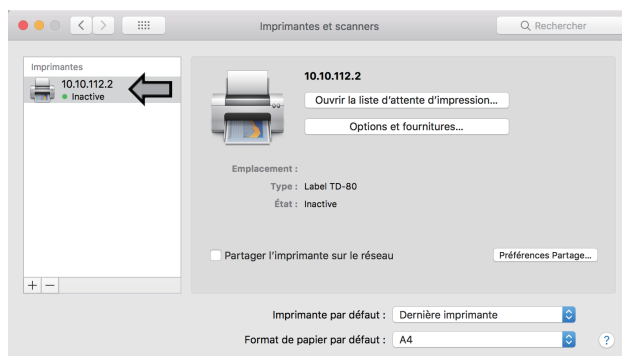

Fig.13
- ⑦ Une fois l'installation terminée, le pilote d'imprimante nouvellement ajouté sera listé sous « Imprimantes et scanners » (voir Figure 13).